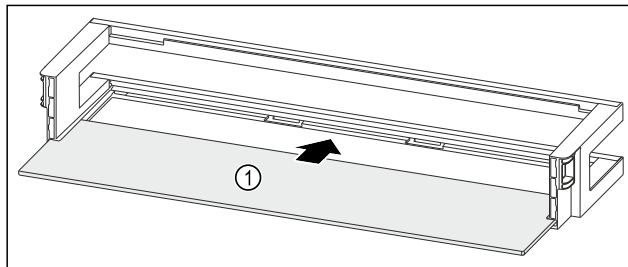

Fig. 82 Türabsteller mit Abstellfläche
- Abstellfläche Fig. 82 (1) in die seitlichen Einsparungen einschieben.